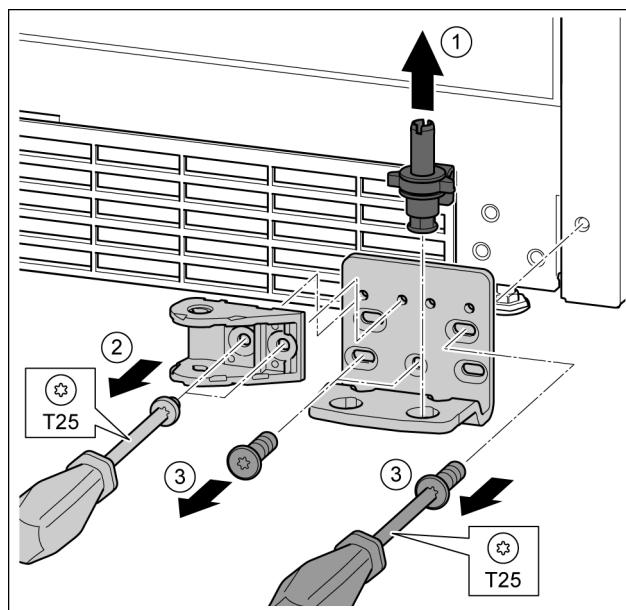

Fig. 30
- ▶ Extrageți complet bolțul de lagăr în sus. Fig. 30 (1)
- ▶ Deșurubați șuruburile cu șurubelnița T25 și detașați îmbinarea amortizorului de închidere. Fig. 30 (2)
- ▶ Deșurubați șuruburile cu șurubelnița T25 și detașați suportul de lagăr. Fig. 30 (3)